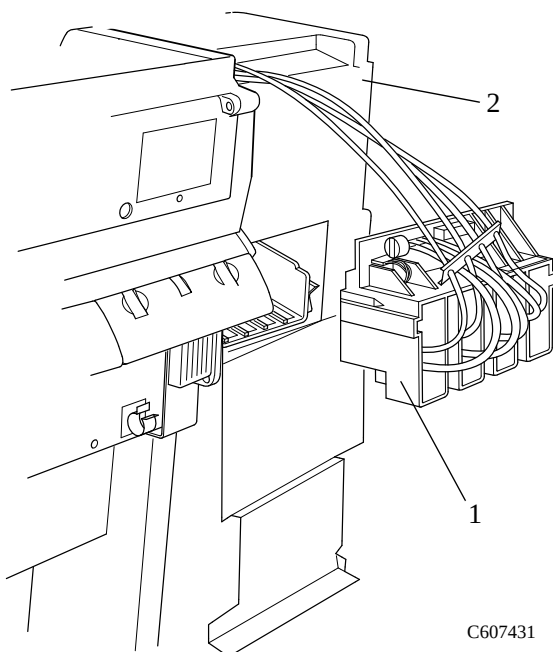

Figura 14: Conector dos tubos dos cartuchos de tinta (retirado)
7. Remova o conector dos tubos dos cartuchos de tinta (item 1) da parte traseira da tampa esquerda (item 2) e coloque-o com segurança em cima da Impressora (consulte a Figura 14).